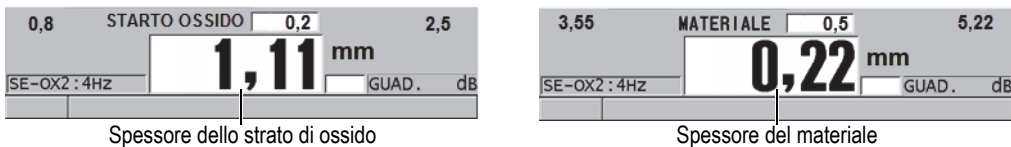

Figura 7-3 Selezione della misura da visualizzare con caratteri grandi
- c) Nel campo **CARAT. GRANDE**, selezionare la misura da visualizzare a caratteri grandi nella schermata di misura (vedi Figura 7-3 a pagina 118).